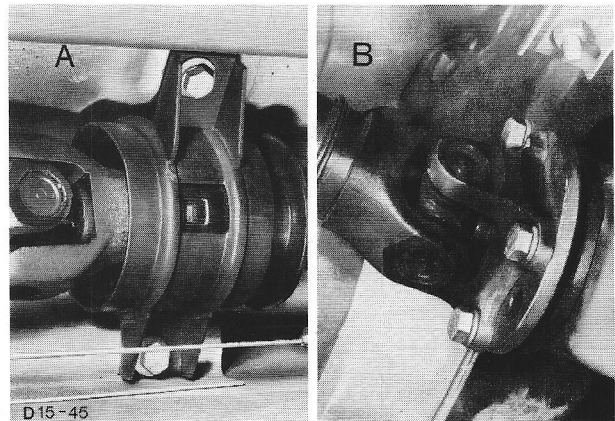

Fig.125 A - Bevestiging van het tussenlager op de wagenbodem.
1. Maak de cardanas van de pignonflens los (4 bouten) (fig.125).
2. Maak bij een tweedelige cardanas het tussenlager los (2 bouten)(fig.125).